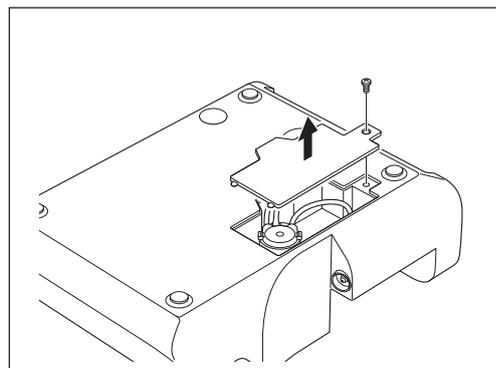

Fig. 50
- 2) Vire a unidade de controle. Utilize uma chave de estrela para remover o parafuso na tampa da bomba de irrigação e retire a tampa. (Fig. 50).